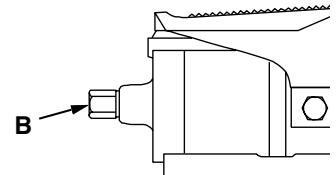

Abbildung 5
1. Siehe Abbildung 5. Eine Luftzufuhrquelle mit Mindestkapazität $15,3 \text{ m}^3/\text{h}$ an den schwenkbaren $\frac{1}{4}$ Inch NPTF Lufteinlaßanschluß (B) der Pumpe anschließen. Nur $\frac{1}{4}$ Inch Schlauch- oder Schnelltrennverbinder verwenden. Größere und schwerere Anschlußstücke sind nicht zu empfehlen. Die Verbindung mit einem hochwertigen Gewindedichtmittel abdichten.